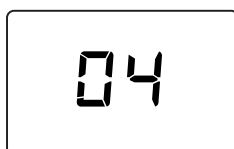

Рис. 5. Включение/Версия ПО
• В течение первых 5 секунд на дисплее будет высвечиваться версия программного обеспечения электронной платы (рис. 5).